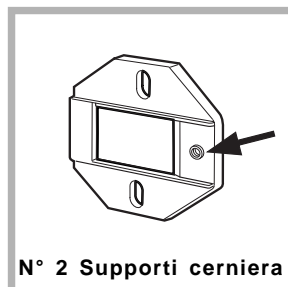

Fig. 1
- Montare i supporti cerniera alla facciata posizionando il foro indicato da una freccia nella *fig. 1* verso l'interno della facciata, utilizzando le viti tipo **C**.